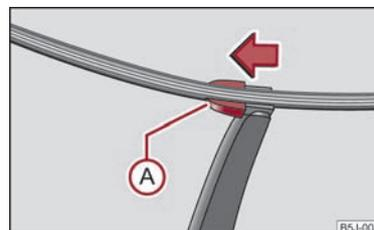

Abb. 32 Scheibenwischerblatt für Heckscheibe
- Klappen Sie den Scheibenwischerarm von der Scheibe ab und stellen Sie das Scheibenwischerblatt rechtwinklig zum Wischerarm ⇒ Abb. 32.
- Mit der anderen Hand entriegeln Sie die Sicherung (A) in Pfeilrichtung und nehmen das Scheibenwischerblatt heraus.